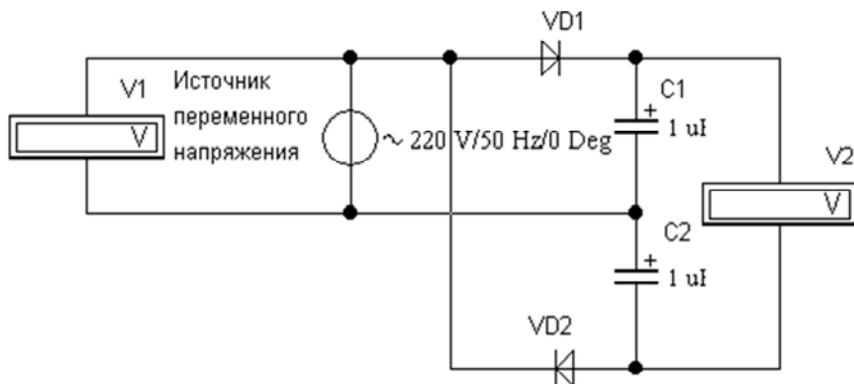

Рис. 17.18. Удвоитель напряжения (файл **multipl1.ewb**)
5. Исследование умножителей напряжения (файлы **multipl1.ewb**, **multipl2.ewb**, **multipl3.ewb**, **multipl4.ewb**, рис. 17.18, 17.19, 17.20, 17.21). Обратите внимание на умножение **амплитудного** значения напряжения источника и на снижение напряжения при подключении нагрузки.